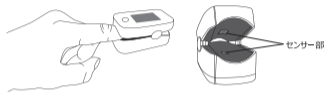

図 3 指の配置図
B. 測定時はセンサー部に指が触れるように正しく装着してください。（図 3 参照）